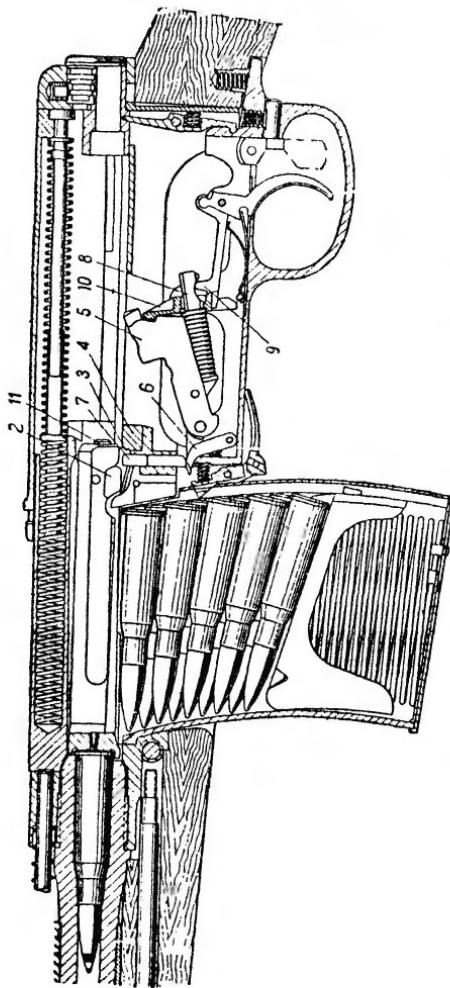

Рис. 75. Взаимодействие частей винтовки при заряжании:
65. Для заряжания винтовки (рис. 75) надо: